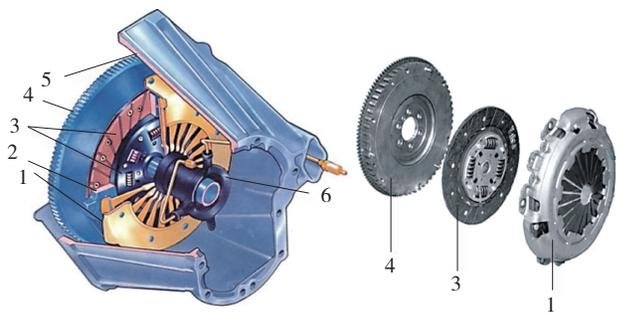

图 1-1-3 单片离合器
(2) 根据从动盘的数目不同,分为单片离合器(图 1-1-3)和双片离合器。单片干式离合器对一般车辆已经足够了,但是对于动力更强的载货车或者轨道车辆,还需要双片干式离合器,它多了一套离合器摩擦片,扭矩容量也更大,如图 1-1-4 所示。